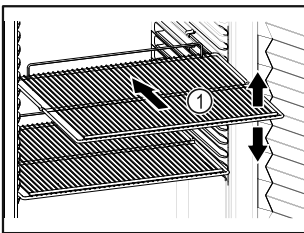

Fig. 86 Ilustratīvs attēlojums
- ❑ Ja novietošanas režģi Fig. 86 (1) ir novirzāmi, pielāgojiet tos pēc augstuma.